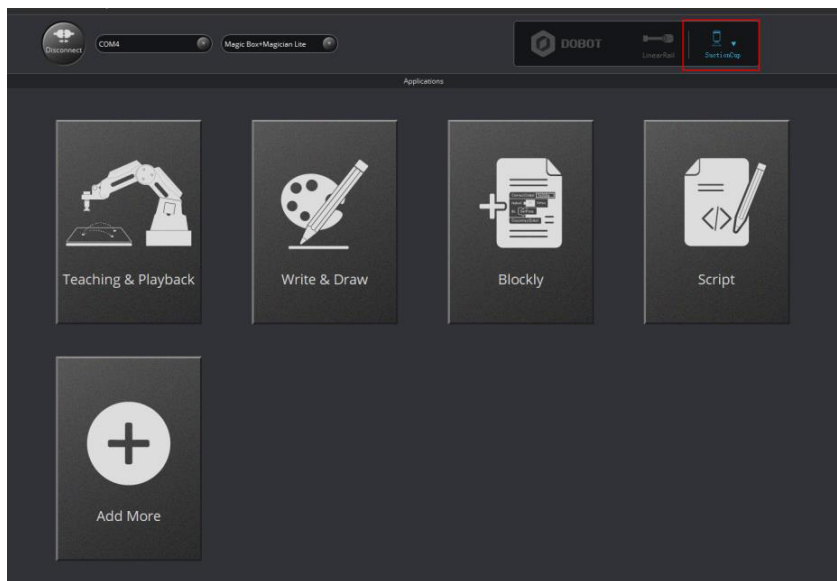

Figura 64: Escolha SuctionCup como atuador de extremidade
1. Escolha **SuctionCup** como atuador de extremidade na página **DobotStudio**, como mostrado na Figura 64.